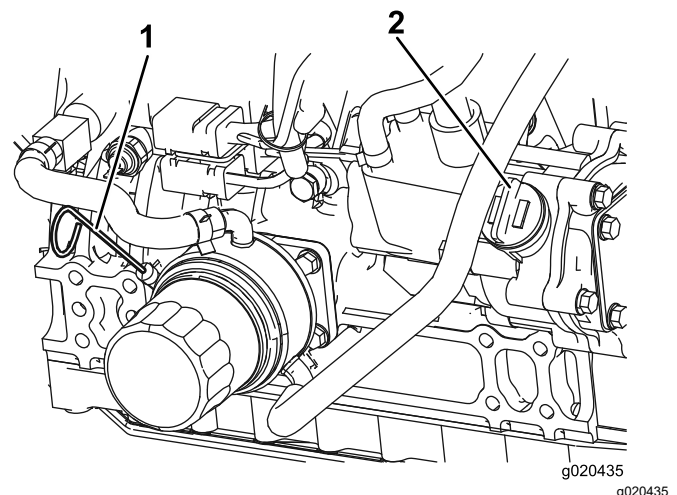

Figura 73
El nivel de aceite debe estar en el intervalo seguro (Figura 73).
4. Si el nivel de aceite está por debajo del intervalo seguro, retire el tapón de llenado (Figura 73)